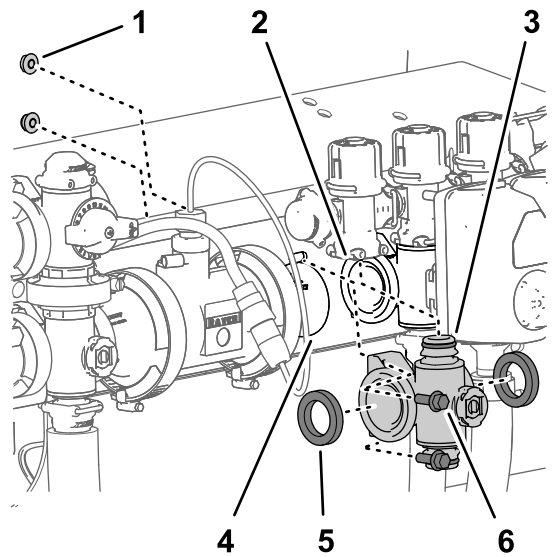
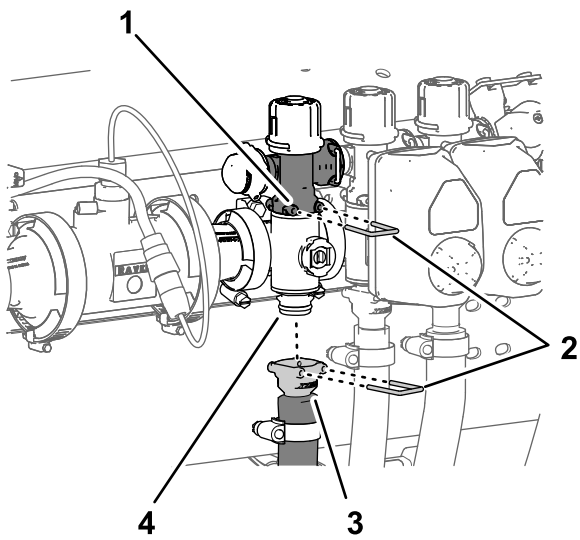

Figura 117
Figura 118
1. Alinee las 2 juntas que retiró en Retirada del distribuidor de sección \(página 84\) con las bridas del distribuidor de la válvula de sección (Figura 117).
2. Alinee la brida del distribuidor de la válvula de sección entre las bridas de las otras válvulas de sección y/o los adaptadores de acoplamiento (Figura 117).
3. Conecte el acoplamiento rápido del distribuidor de la válvula de sección al acoplamiento rápido hembra de la válvula de desvío de sección con una grapa (Figura 117 y Figura 118).
las válvulas (Figura 117) con los 2 pernos con arandela prensada ($\frac{1}{4}$ " x $\frac{3}{4}$ ") y las 2 tuercas con arandela prensada ($\frac{1}{4}$ ") que retiró en Retirada del distribuidor de sección \(página 84\).
- Monte el acoplamiento rápido de la manguera de sección en el acoplamiento rápido del distribuidor de la válvula de sección con la grapa (Figura 118).